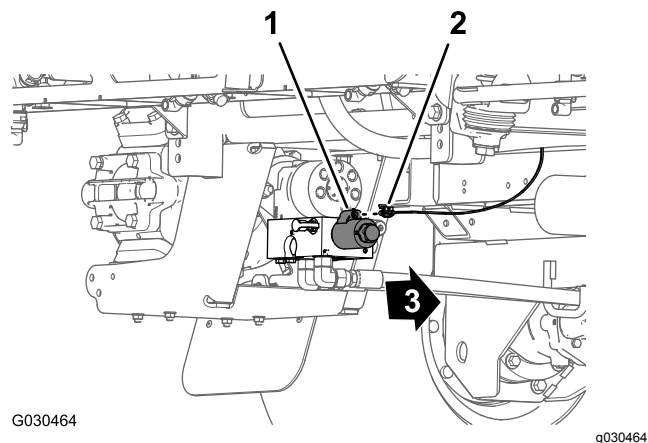

Figura 27
6. Nella parte posteriore della macchina, nella parte interna della pompa dell'irroratrice, scollegate il connettore a 2 prese del cablaggio principale posteriore dal connettore a 2 pin del relè della pompa (Figura 27).